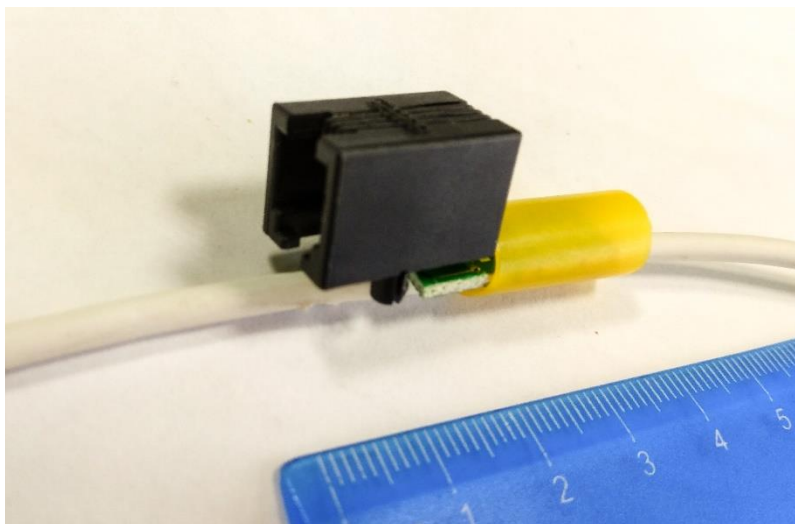

Рис.8.1. Внешний вид датчика тока Л20
8.4. Требуется соблюдать полярность подключения. Внешний вид и схема подключения приведены на рис. 8.1. и 8.2. соответственно.